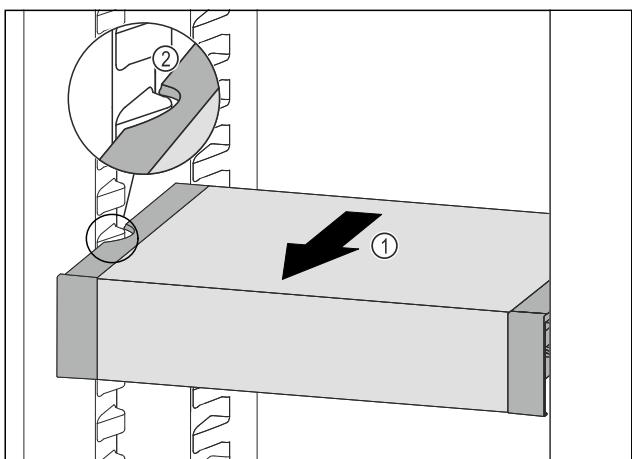

Fig. 144
- VarioSafe nach vorne ziehen Fig. 144 (1), bis sich die seitlichen Aussparungen des VarioSafes auf Höhe der Behälterrippe im Kühlteil befinden. Fig. 144 (2)